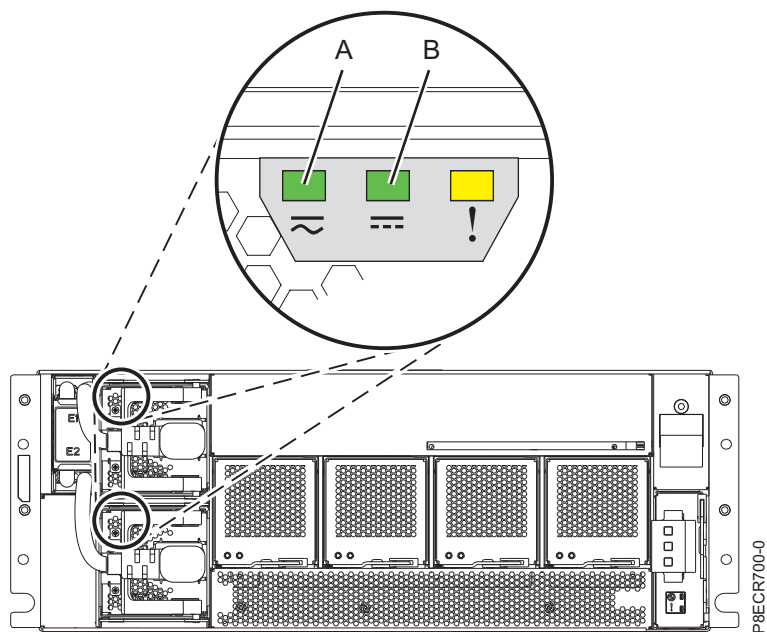

図 1. EMX0 PCIe3 拡張ドロワーの電源装置 LED
- AC 入力 LED (A) および DC 出力 LED (B) が、EMX0 PCIe3 拡張ドロワー内の少なくとも 1 つの電源装置で常時点灯状態である。図 1 を参照してください。